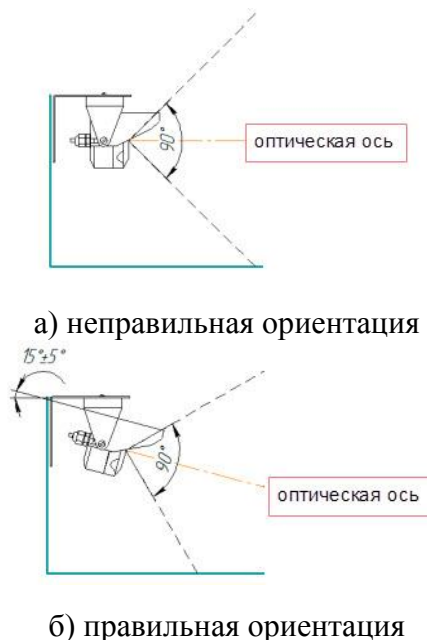

Рисунок 4 – Ориентация изделия в вертикальной плоскости
- изделие должен быть нацелено на объект по нисходящей под углом к горизонту, по крайней мере, 10 – 20 градусов (*рисунок 4*). Такая установка предотвращает скопление влаги на смотровых окнах ИК и УФ сенсоров.